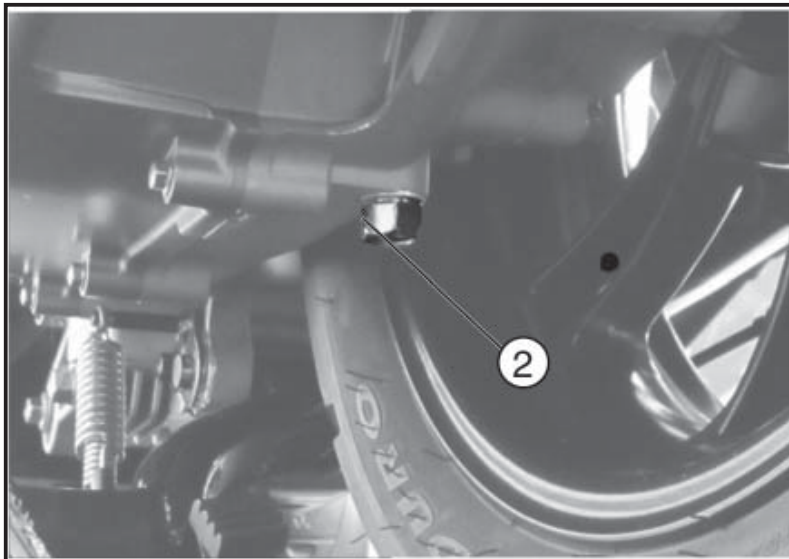

Abb. 02
- Die Schraube lösen «2 - Abb. 02», die Unterlegscheibe auffangen und das Öl vollständig ablaufen lassen.
- Die Schraube wieder einschrauben «2 - Abb. 02» und das neue Öl des empfohlenen Typs mit einer Spritze durch die Einfüllöffnung bis zum richtigen Niveau einfüllen.